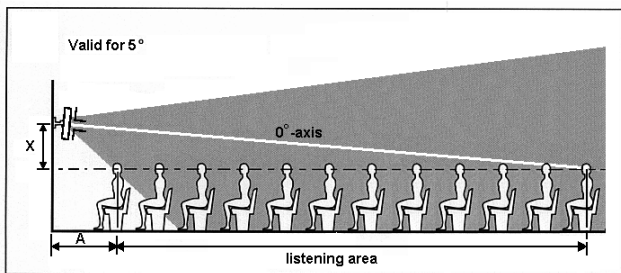

Figura 2: vista lateral de la irradiación de la columna montada en la pared con un ángulo de 5°
Si desea una menor variación del nivel de presión acústica, se recomienda un ángulo de 5°. Observe que de este modo se reduce el tamaño del área total de audición en comparación con la opción 1 y que el espacio más cercano a la columna ('A' en la figura 2) no forma parte del área de audición. El diagrama 1 muestra la relación entre 'A' y la altura de montaje de la columna al utilizar un ángulo de instalación de 5°.
4. La figura 2 muestra el contorno de octava de 1 kHz irradiado por la columna y la figura 3 muestra la irradiación del contorno de octava de 4 kHz. El área de audición con un rendimiento acústico óptimo se encuentra en dichos contornos. Asegúrese de que el contorno de 4 kHz con las dimensiones obtenidas mediante el diagrama 1 cubre adecuadamente el área de audición deseada.